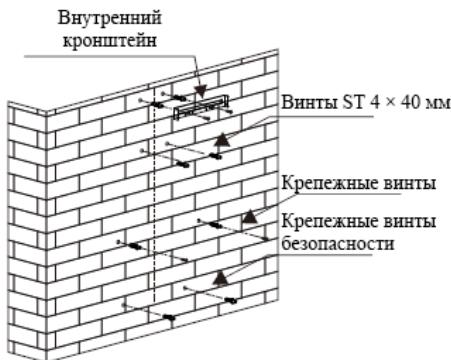

Рисунок 2
3. После определения высоты установки вытяжки измерьте расположение отверстий и просверлите 8 отверстий для подвешивания вытяжки, установки внутреннего кронштейна и крепления безопасности. Вставьте дюбели в отверстия и убедитесь, что вытяжка установлена. Закрепите внутренний кронштейн на самой высокой точке внутреннего дымохода. См. рисунок 2.
4. Закрутите 2 винта  $4 \times 30$  мм в стену с дюбелями так, чтобы они выступали на 3-5 мм от стены для подвешивания вытяжки. Затем используйте 2 винта  $4 \times 40$  мм для крепления внутреннего кронштейна. См. рисунок 2.